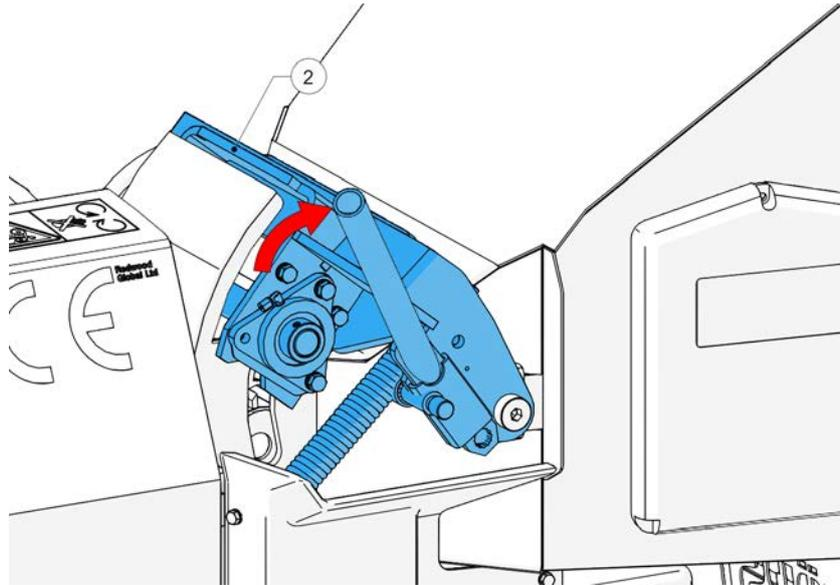

Figure 46 - Relevage du boîtier du rouleau d'alimentation supérieur
12. 2x personnes sont nécessaires pour cette étape. Une personne soulève le rouleau d'alimentation supérieur (2, Figure 46) en position complètement ouverte tandis que l'autre personne, portant des gants de protection et à l'aide d'un morceau de bois, dégage soigneusement le blocage de l'intérieur de la chambre d'alimentation.